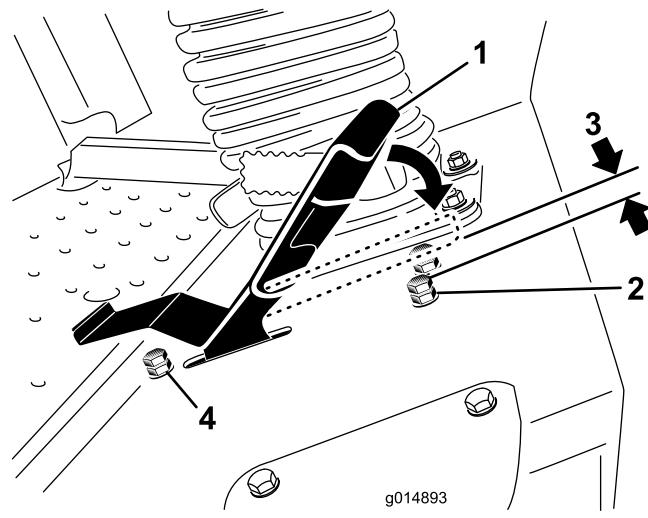

Рисунок 48
3. Отпустите зажимную гайку на упорном болте педали тяги (Рисунок 48).